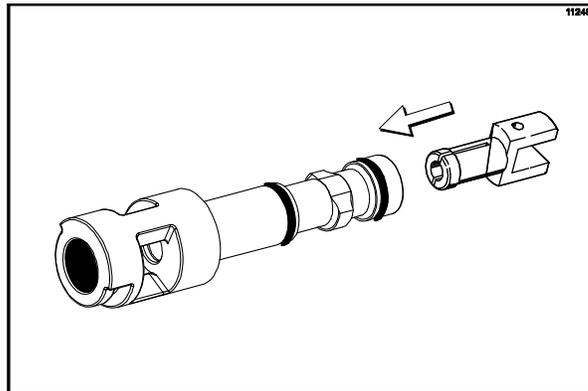

図119
9. 割れた方の先端を押さえて、ドライブスピナーをドローバルブの開口部に差し込み、カチッと音がするまで押し込みます(図119を参照)。